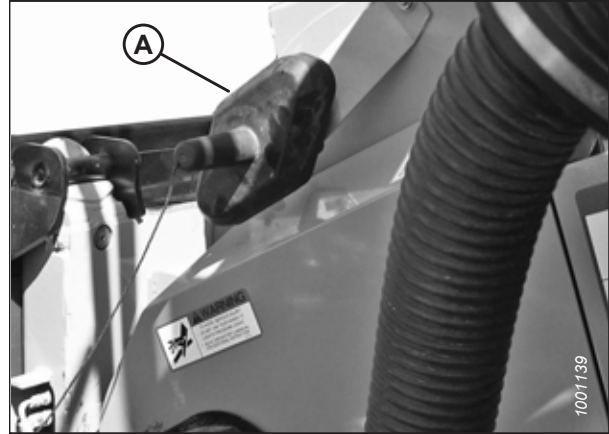

Figure 4.27: Capot du connecteur
- Placez le couvercle de la prise du module de flottement (A) sur la prise de la moissonneuse-batteuse, comme illustré sur la figure 4.27, page 68.